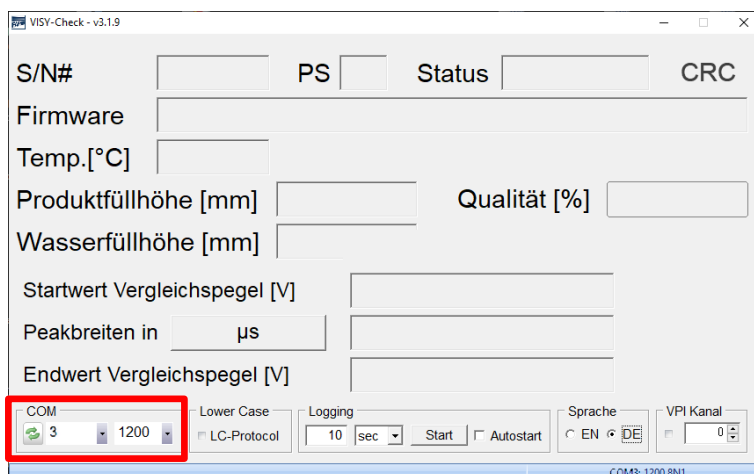

Abbildung 2: Programmstart
- 3) VISY-Check wird als ZIP-Datei zur Verfügung gestellt. Bitte entpacken Sie diese ZIP-Datei in ein beliebiges Verzeichnis und starten von dort die „VISY-Check...exe“ Datei. Es öffnet sich das Programmfenster zuerst ohne Dateneinträge (siehe Abb. 2), bis die Verbindung zum FAFNIR Messwertgeber erfolgt:
Der COM-Port des FAFNIR USB-Adapters muss im Feld „COM“ eingetragen werden, falls keine automatische Zuordnung erfolgt (s. Abb. 2). Rechts davon finden Sie die Einstellung der Übertragungsrates mit 1200, 4800, oder 9600 Baud je nach Unterstützung des FAFNIR Messwertgebers.
Abbildung 2: Programmstart.....	1